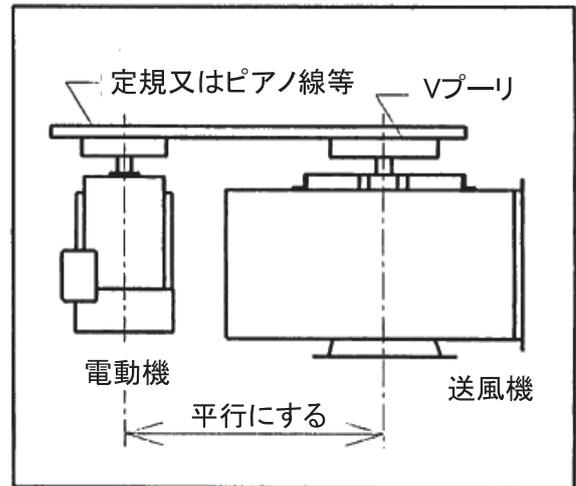

図 10 芯出し方法
- (1) 送風機側と電動機側の V プーリの外側端面に図 10 に示すように定規またはピアノ線などを当て、直線上にあるように確認、調整してください。
- (2) 一般の V ベルトの張力は V ベルトの中間を指で押して、へこみ具合が V ベルトの厚さ位なら適当です。V ベルトの張力の調整は、電動機のスライドベースによって行ってください。
- (3) 高張力の V ベルトは、一般の V ベルトに比べてやや強く張ります。緩すぎると起動時にスリップが発生し、強すぎると軸荷重を大きくし軸、軸受への負荷をかけ故障の原因になることがあります。
- (4) V ベルトは、初期のうちには伸びやすいので、運転開始の数日後(運転開始 50 時間程度)に必ず再調整してください。調整を行わない場合、早期破断、脱落の原因になります。